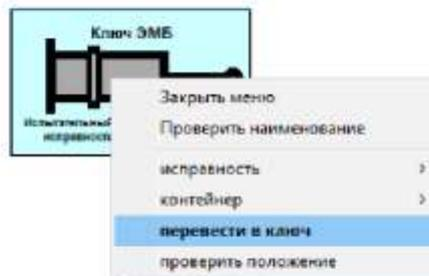

Рисунок 20. Контекстное меню окончания проверки ключа ЭМБ
6) Щелкнуть правой кнопкой мыши по элементу «Испытательный стенд проверки исправности ключа ЭМБ» и выбрать пункт «Перевести в ключ» (рисунок 20).